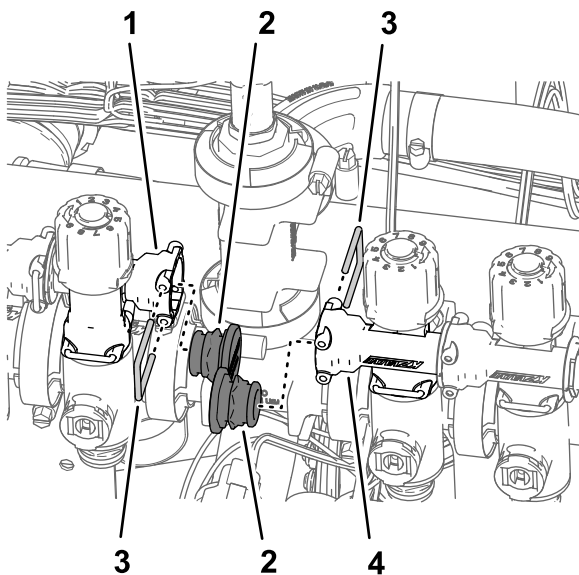

Figura 98
3. Retire os retentores que prendem as tampas nas tomadas das uniões de desligação rápida na válvula do bico 5 e válvula do bico 6 e retire as tampas (Figura 98).